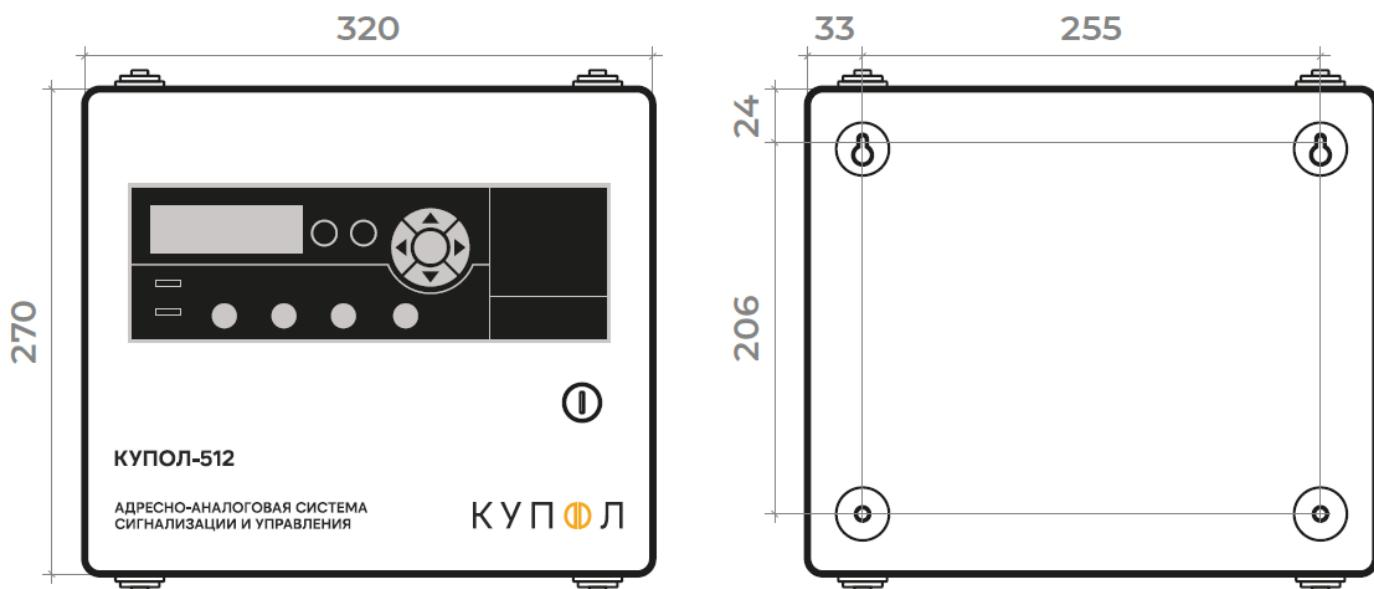

Рис.2. Габаритные и установочные размеры АПКП.
Габаритные и установочные размеры АПКП показаны на рис.2.
3.1.3. На блоке питания АПКП (рис.2) расположены клеммы питания ≈220В и заземления.